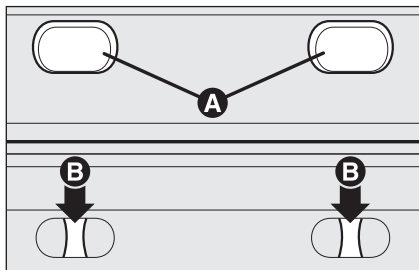
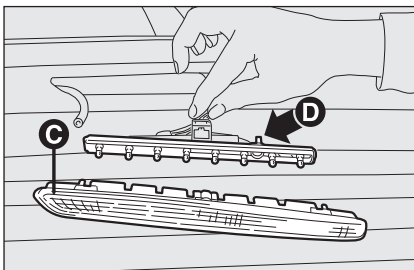

fig. 26
fig. 27
- rimuovere i tappi **A-fig. 26** in gomma;
- premere sui dispositivi di bloccaggio **B-fig. 26** ed estrarre il gruppo trasparente **C-fig. 27**;
- agendo in modo contrapposto sulle alette **D-fig. 27** estrarre il portalam-pade;